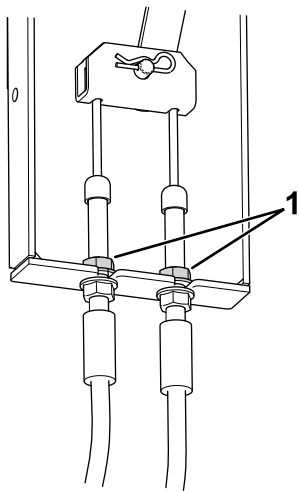

図 71
3. 機体左側、左タイヤ近くにあるブレーキケーブルのマウント **図 71**を探し出す。